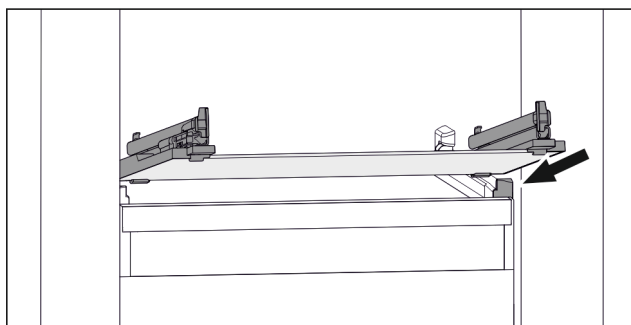

Fig. 48 Eksempel på fremstilling av glassplaten
- Sett glassplaten på skrå bak stopperne. (se Fig. 48)